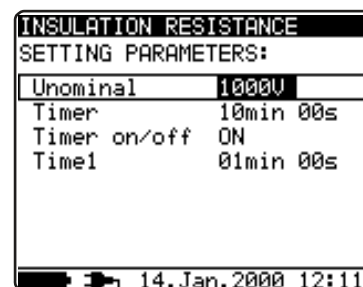

Рис. 10 Меню настройки в измерениях сопротивления изоляции
- Нажмите клавишу **SELECT**, на дисплее появится меню настройки, см. рис. 10